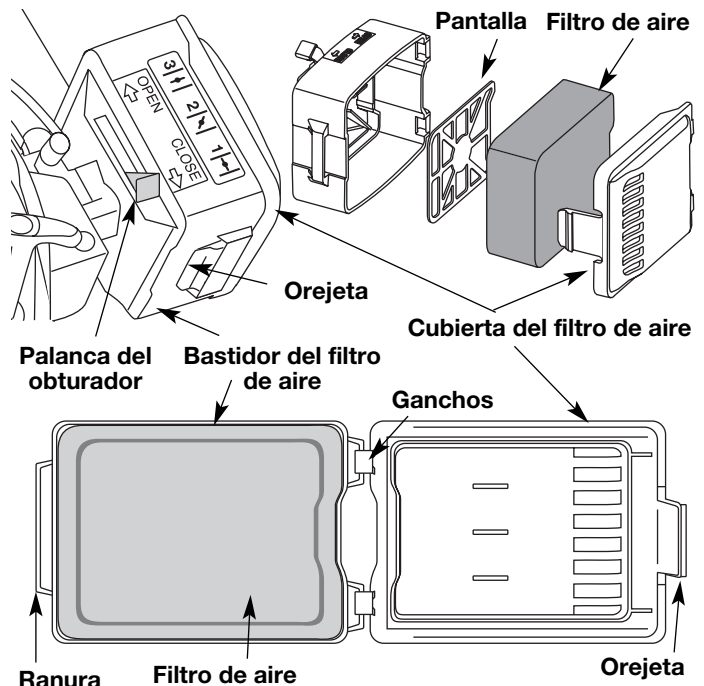

Fig. 22
1. Abra la cubierta del filtro de aire. Empuje hacia adentro la orejeta del lado derecho de la cubierta, y extraiga la cubierta del filtro de aire hacia afuera y hacia la izquierda (Fig. 22).
2. Retire el filtro de aire (Fig. 22).
6. Vuelva a colocar el filtro (Fig. 22).
- Vuelva a instalar la cubierta del filtro de aire. Coloque los ganchos del lado derecha de la cubierta del filtro de aire en las ranuras del lado derecha de la placa posterior (Fig. 22).
- Mueva la cubierta hacia la izquierda derecha hasta que la orejeta del filtro de aire calce en su lugar en la ranura de la placa posterior (Fig. 22).